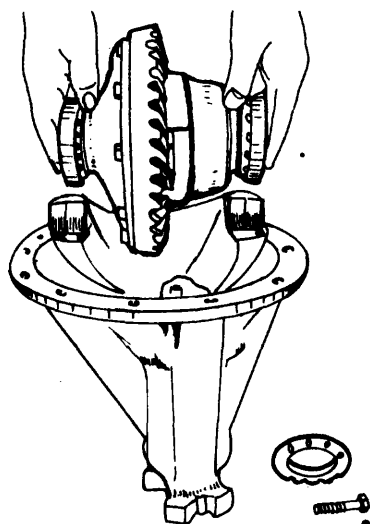

Fig. 5
- a Coloque las pistas exteriores de los rodamientos e instale la caja en la carcasa del diferencial (fig.5).